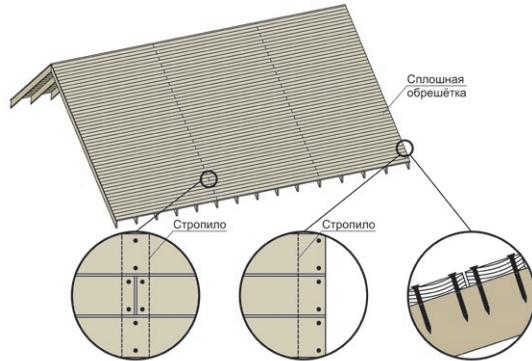

Рис. 7. Укладка сплошного основания из шпунтованной или обрезной доски.
- 3.2.3 **Внимание!** Фрагменты годовых колец должны быть ориентированы выпуклостью вниз (рис. 7).
3.2.6 Крепёж досок – тип 2 (таблица №1). Доска должна фиксироваться в каждое стропило в 2 места фиксации (рис. 7).
3.2.7 Вертикальный стык досок должен обязательно находиться на стропило и иметь разбежку через каждый ряд (рис. 7).